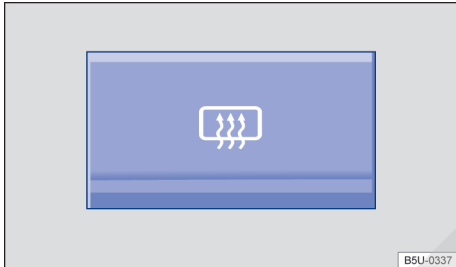

Fig. 90 En la consola central: botón del desempañador de la luneta.
- Presionar el botón → fig. 90 para encender el desempañador de la luneta.